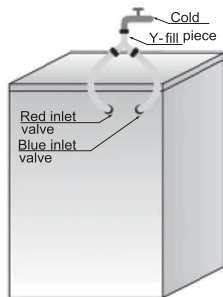

Рис. 2
**Якщо потрібно підключити подавання лише холодної води, виконайте вказівки нижче (рис. 2).**